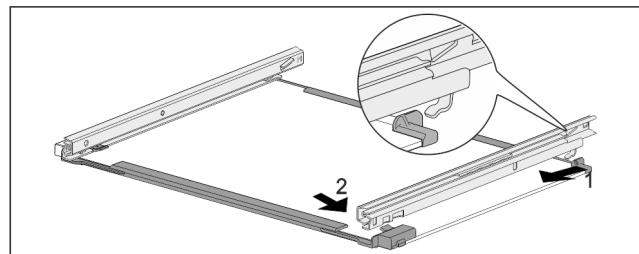

Fig. 180 Glasplatte mit Schienen
- Schiene hinten einhaken. Fig. 180 (1)
- Schiene vorne einrasten. Fig. 180 (2)